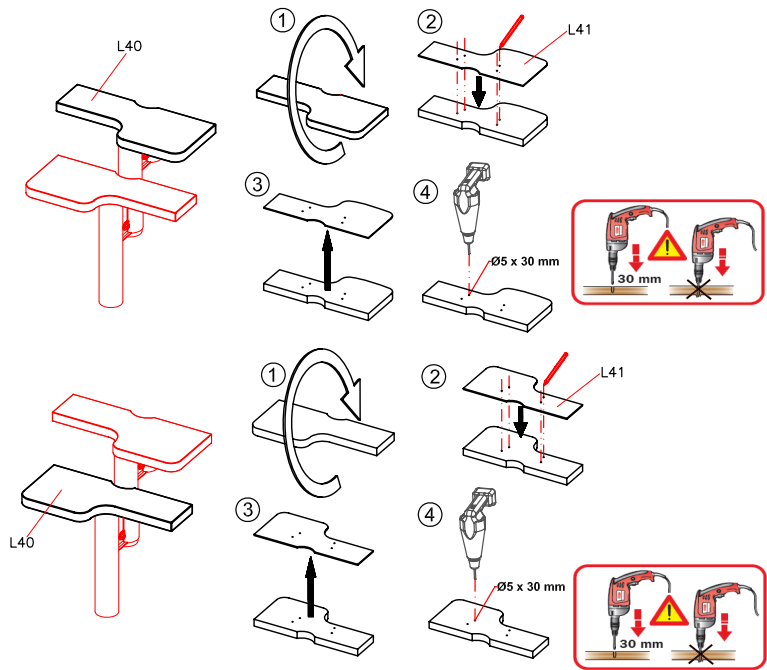

FIG. 6
- a. Bruk en blyant og tegn to loddrette streker 3,5 mm fra hverandre i koblingspunktet i to støtter (for å dreie 5° konfigurasjon B) (fig. 6), eller 13 mm (for å dreie 18°, konfigurasjon C og D) (fig. 7).